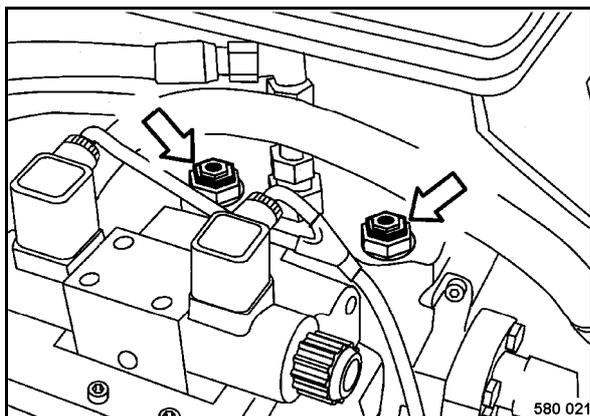

Рис. 111
- Выкрутить средний шестигранник обоих клапанов (Рис. 111) примерно на 2 - 3 оборота.
- Снова ввинтить средний шестигранник обоих клапанов (Рис. 111) примерно на 2 - 3 оборота.